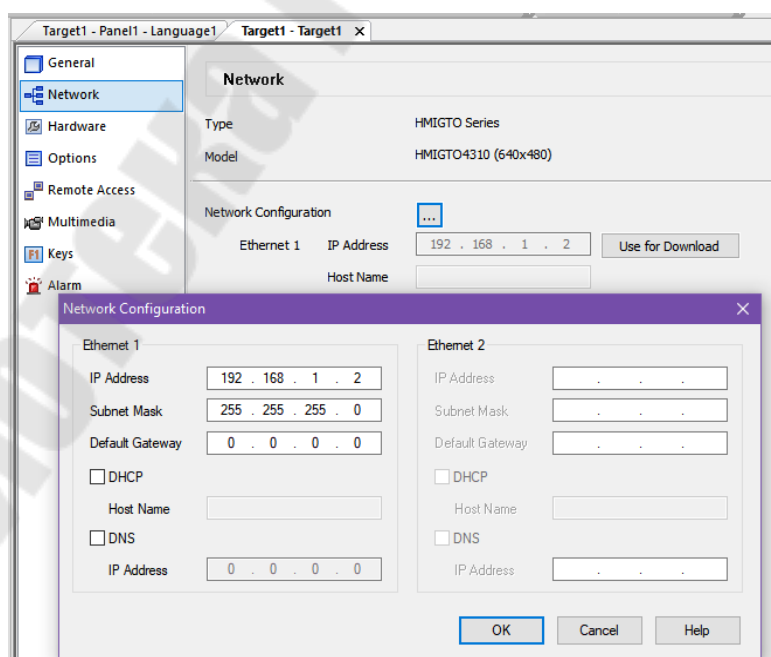

Рис. 8.8. Дерево проекта
- кликнуть по имени терминала в дереве проекта (*Target1*) (рис. 8.8);